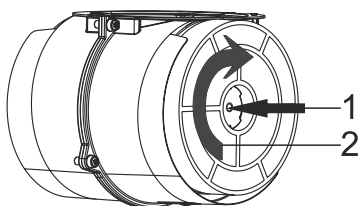
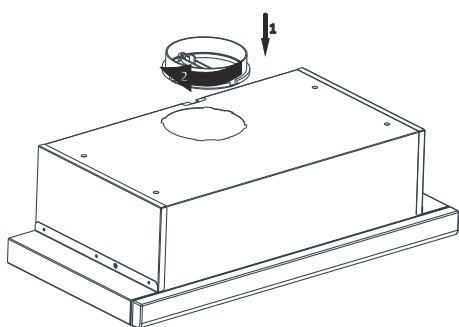
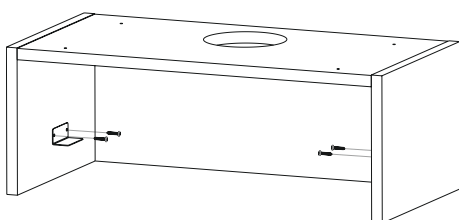

Fig. 9
Fig. 14
Fig. 16
- Kolfiltren ska nu vridas medurs på på motorn (Fig. 9).
Apparaten ska monteras i kabinettet på punkterna A, B, C och D genom att använda 4x40 skruvar som följer med apparaten. Frontpanelen får ej skivas mot skåpen/kabinettets skydd då utdragsfronten dras ut (Fig. 14).
Placera utsugsstosen som levereras med fläkten ovanpå fläkten som visat i Fig. 9. Vrid nu utsugsstosen medurs (Fig. 14).
Vinkelbeslagen för klickmontering ska placeras och skruvas fast på höger och vänster sida så att de passar in på upphängningsmekanismen på sidan av fläkten (Fig. 16).
Placera utsugsstosen som levereras med fläkten ovanpå fläkten som visat i Fig. 9. Vrid nu utsugsstosen medurs (fig. 16).
Montera utsugskanalen till utsugsstosen (Fig. 16).